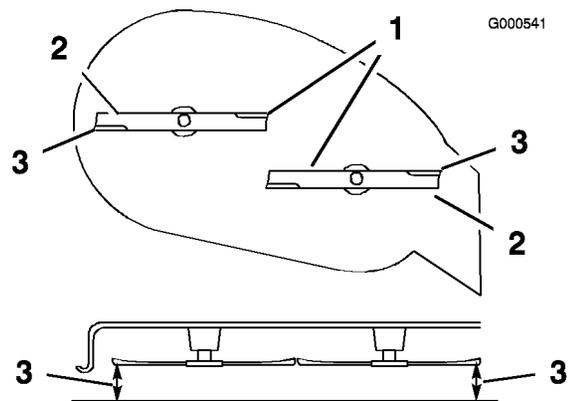

Figure 41
5. Tournez prudemment les lames pour qu'elles soient parallèles dans le sens transversal (Figure 41). Mesurez la distance entre les tranchants extérieurs et le sol plat (Figure 41). Si les deux mesures diffèrent de plus de 5 mm, un réglage s'impose. Poursuivez la procédure.